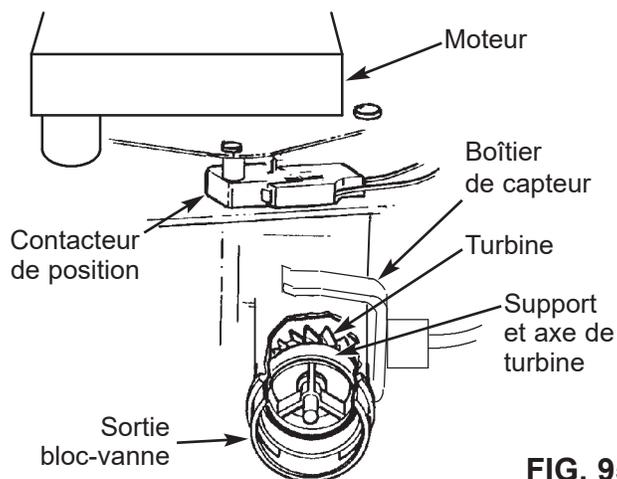

FIG. 95
6. Si l'affichage reste fixe malgré l'ouverture du robinet, tirez le faisceau de câbles de l'orifice de sortie du bloc-vanne (cf. Figure 95).